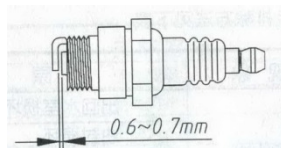

Fig.6
(2) Retire toda a gasolina do tanque, em seguida retire o filtro de combustível e limpe-o.
(3) Remova a sujeira acumulada entre as aletas de refrigeração do cilindro diariamente para evitar superaquecimento.
(4) Retire a vela de ignição para inspecionar se existe depósito de carbono entre os eletrodos, limpe-os se necessário. Ajuste a folga entre os eletrodos entre 0.6 a 0.7mm conforme fig 6.